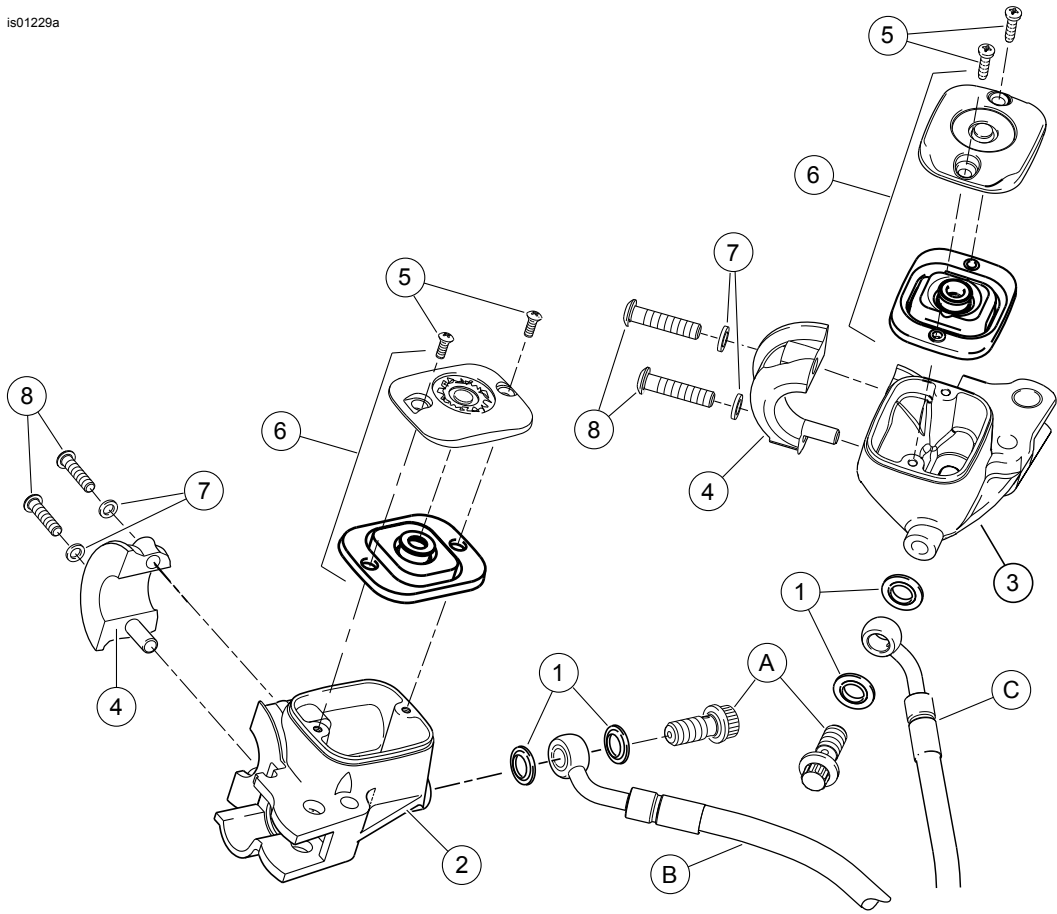

Figura 11. Piezas de servicio: Kit del depósito de la bomba cromado
1. Vea Figura 11. Obtenga la nueva caja de bomba/depósito (2) del freno del kit. Limpie la nueva caja de la bomba, la cubierta y la junta de la cubierta con alcohol desnaturalizado o el grado de líquido de frenos especificado en el Manual de servicio. Reemplácelos si es necesario. No las contamine con aceite mineral u otros solventes. Séquelas con un paño limpio y sin pelusa.
6. Vea Figura 11. Alinee los agujeros en la abrazadera del manillar (4) con los del conjunto de la bomba y arranque los tornillos (8) con arandelas planas (7). Colóquelo en una posición cómoda para el motociclista. Comenzando por el tornillo superior, ajuste los tornillos.
8. Vea Figura 11. Obtenga el perno banjo y 2 arandelas de acero/caucho (1) **nuevas** del kit. Instale la línea hidráulica en el conjunto de la bomba utilizando el perno banjo con arandela orientado a cada lado de la línea. Apriete el perno banjo.
Consulte la Figura 11 y la Tabla 1.